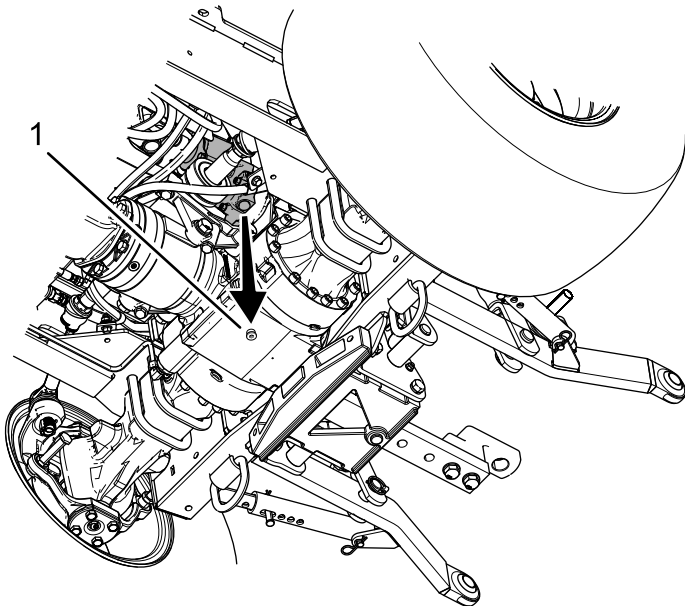

Figura 109
3. Retire el tapón del orificio de vaciado (Figura 109).